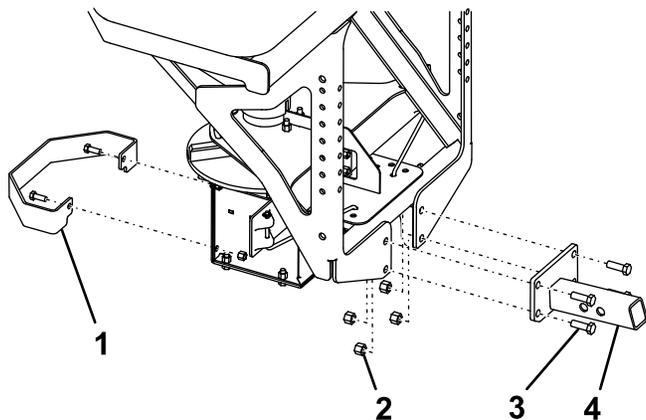

Figure 4
1. Montez la fixation coulissante sur l'épandeur à l'aide de 4 boulons (1/2 po) et de 4 contre-écrous (1/2 po), puis serrez les boulons à 76 N·m (Figure 4).
2. Montez la protection du distributeur sur l'épandeur à l'aide des 2 boulons (3/8 po) et des 2 contre-écrous (3/8 po) existants, puis serrez les boulons à 27 N·m (Figure 4).